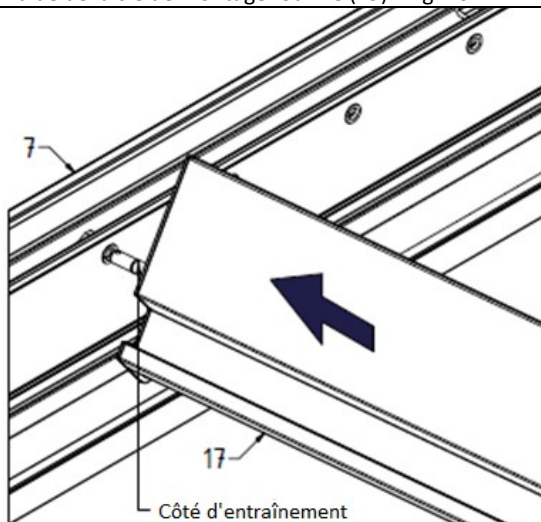

Fig. 15
15. Insérer successivement les lames d'entraînement dans les trous marqués de la poutre de poussée d'entraînement. Soulever les lames au-dessus de la poutre, les insérer en diagonale dans la poutre de poussée de l'entraînement (7) - Fig. 15, puis abaisser l'extrémité opposée et l'insérer dans la poutre de poussée de roulement (8). L'extrémité côté palier doit être fixée depuis l'intérieur de la poutre avec un liant DIN6799 - 10 à l'aide de la clé de montage fournie (19) - Fig. 16.